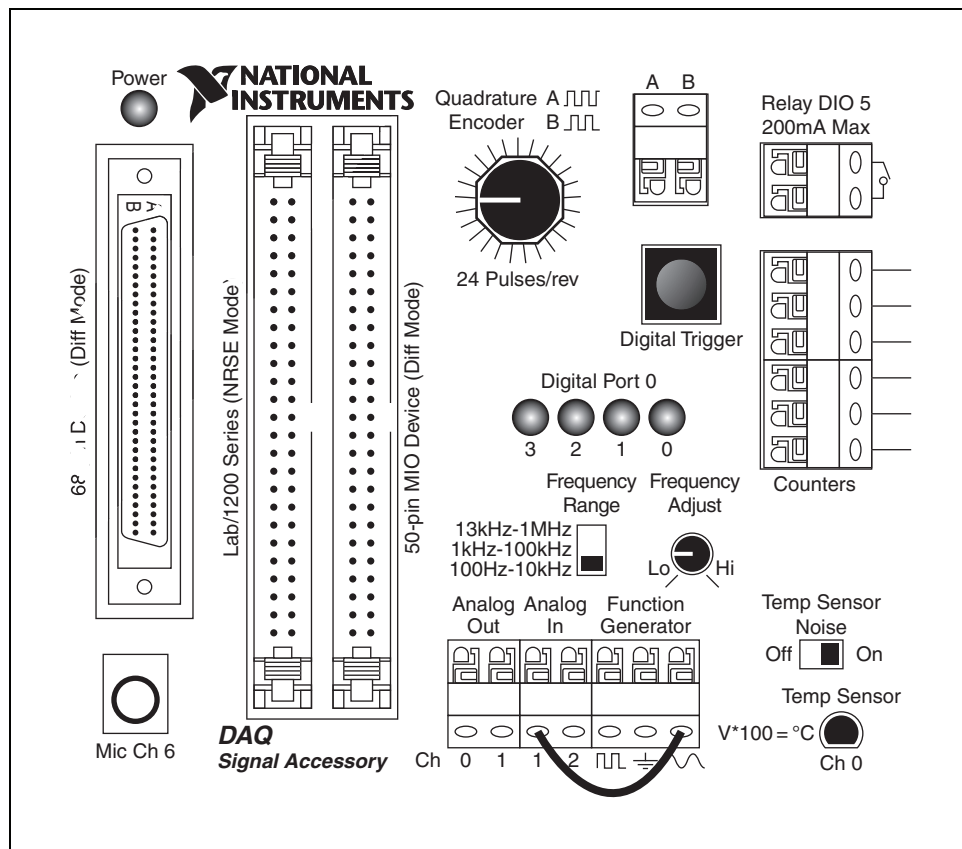
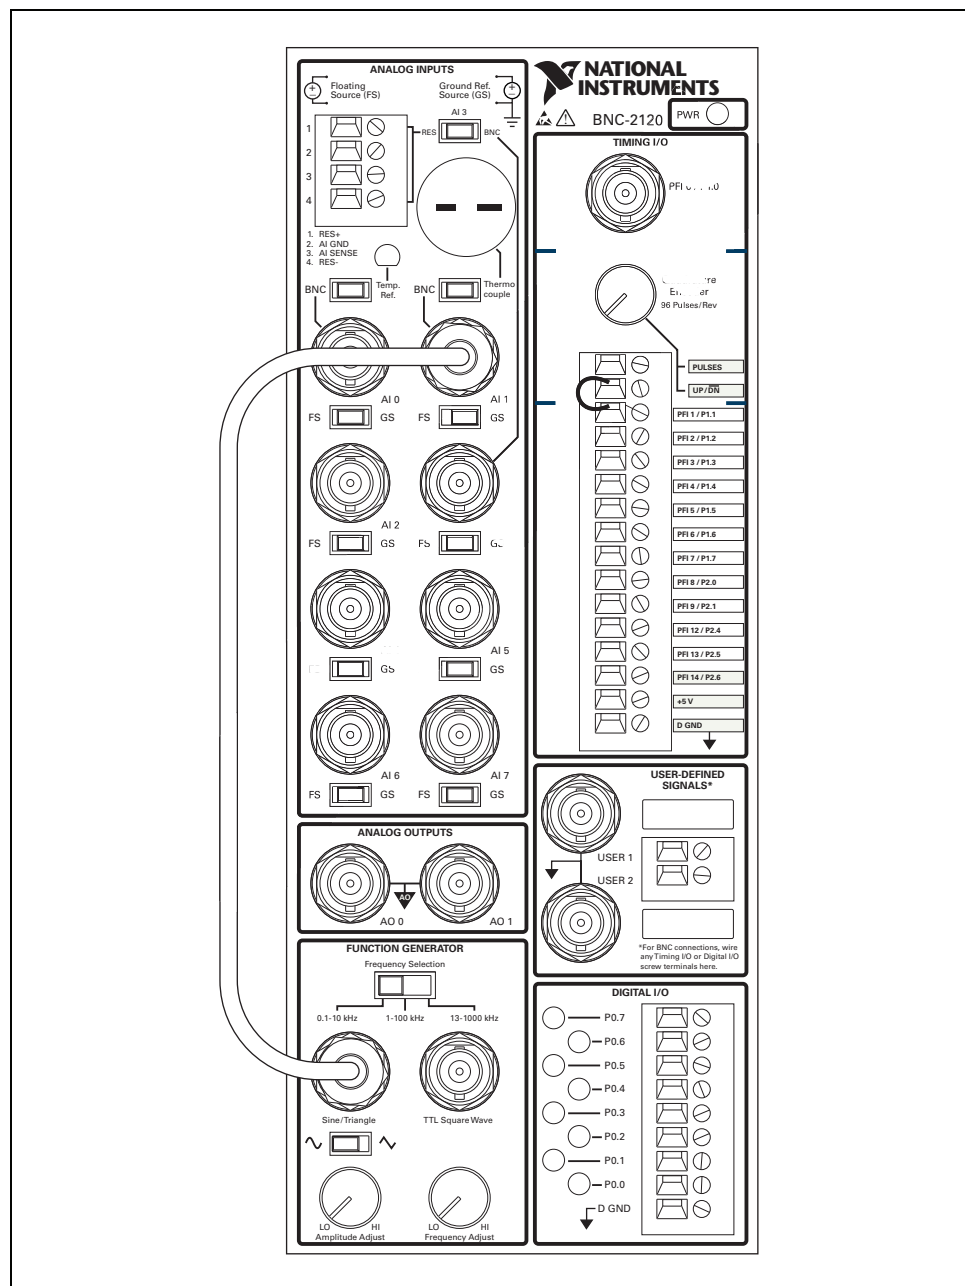

图 2-7. DAQ 信号附件连线
图 2-8. BNC-2120 的连线
- ☐ 用连线或 BNC 线缆将“模拟输入通道 1”连接到“正弦函数发生器”。如图 2-7 或图 2-8 所示。